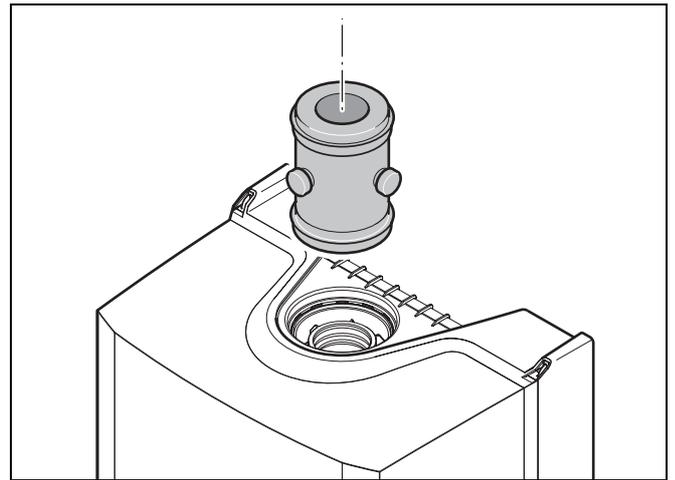

Fig. 15 Collegamento verticale tubo dei gas combusti
- Montare il tubo dei gas combusti verticale sull'adattatore dei gas combusti (fig. 15).